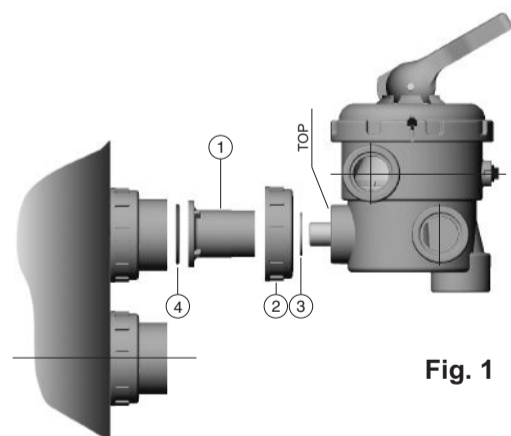

Fig. 1
- Remove lid securing pin (see fig. 1).
- Retirer la sécurité du couvercle (voir fig. 1).
- Retirar el seguro de la tapa (ver fig. 1).
1. Visser le manchon (1) sur la vanne multivoie à la sortie qui indique TOP, en plaçant le joint plat (3) et l'écrou (2) selon figure 1. Serrer le manchon (1) fermement pour assurer une parfaite étanchéité.
- Togliere il dispositivo di bloccaggio del tappo (vedere fig. 1).
- Die Sicherung am Deckel entfernen (siehe fig. 1).